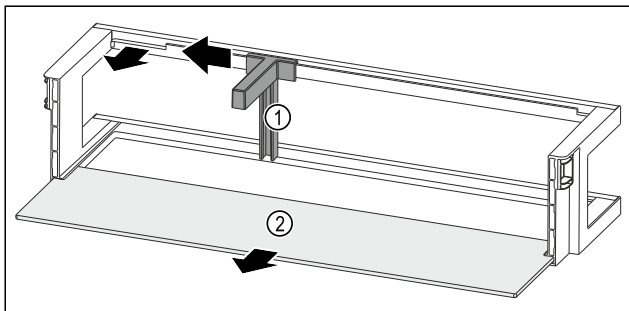

Fig. 51 Dörrfack med flaskhållare och hylla
- ▶ Skjut flaskhållaren Fig. 51 (1) åt sidan ända till ursparingen.
- ▶ Ta ut flaskhållaren Fig. 51 (1).
- ▶ Ta ut dörrfacket Fig. 51 (2).